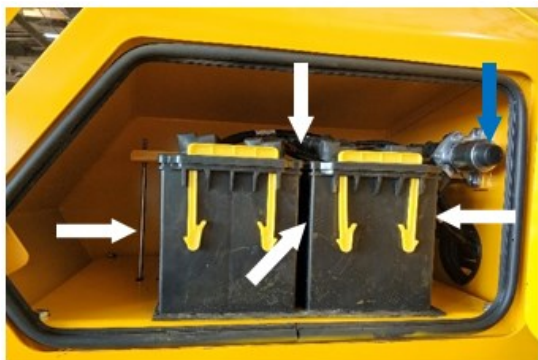

Рисунок 5.89. Чистка аккумуляторов (видимые стороны показаны стрелками)
- ▶ Отключить массу (нажать на кнопку массы, обесточив систему электрооборудования машины) рис. 5.89 показано синей стрелкой.
- ▶ Очистить поверхности аккумулятора от загрязнений рис. 5.89.